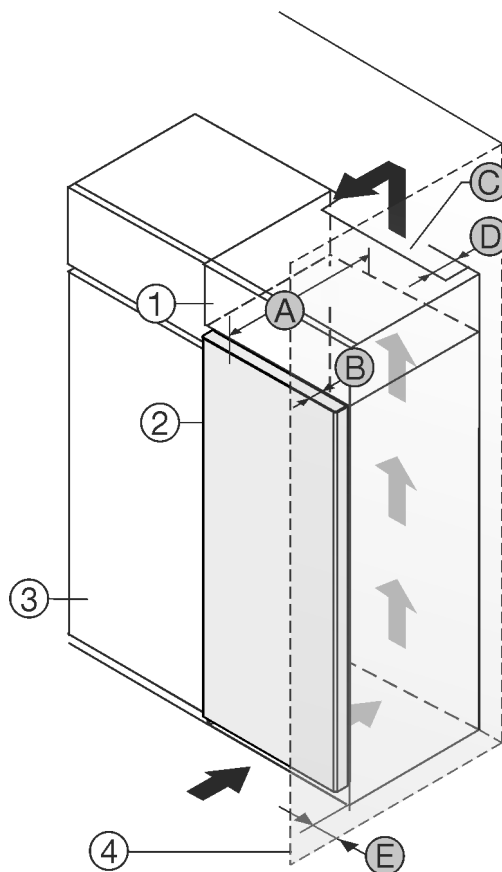

Fig. 1
- (1) Rátétszekrény *
- (2) Berendezés *
- (3) Konyhaszekrény *
- (4) Fal *
- (A) Készülék mélysége *
- (B) Ajtó mélysége *
- (C) Szellőzés keresztmetszete *
- (D) Készülék hátsó oldalának távolsága *
- (E) Távolság a készülék oldalától *
A készülék közvetlenül a konyhaszekrény Fig. 1 (3) mellé állítható.*
A rátétszekrény hátoldalán egy megadott mélységű Fig. 1 (D) szellőzőaknát kell kialakítani a rátétszekrény teljes szélességében.*
A mennyezett alatt be kell tartani a szellőző keresztmet-szetet Fig. 1 (C).*
Ha a készüléket a zsanérjaival a fal Fig. 1 (4) mellé állítja fel, legalább 13 mm távolságot kell tartani a faltól.*
Ha a készüléket a zsanérjaival a fal Fig. 1 (4) mellé állítja fel, legalább 20 mm távolságot kell tartani a faltól.*
Ahhoz, hogy az ajtót teljesen ki tudja nyitni, a készüléknek a konyhaszekrény elülső oldalához képest legalább az ajtó mélységének Fig. 1 (B) megfelelően ki kell állnia. A konyha-szekrények Fig. 1 (3) mélységétől és a fali távtartók haszná-latától függően a készülék nagyobb mértékben is túllóghat előre felé.*